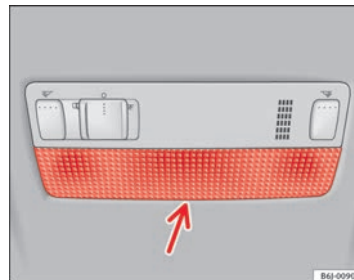

Abb. 170 Leseleuchte vorne
- Das flache Ende eines dünnen Schraubendrehers zwischen Gehäuse und Glas einführen ⇒ Abb. 170.